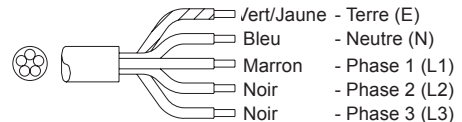

fig. 6
- (fig. 6) 380V 3 phases (câble 5 fils)